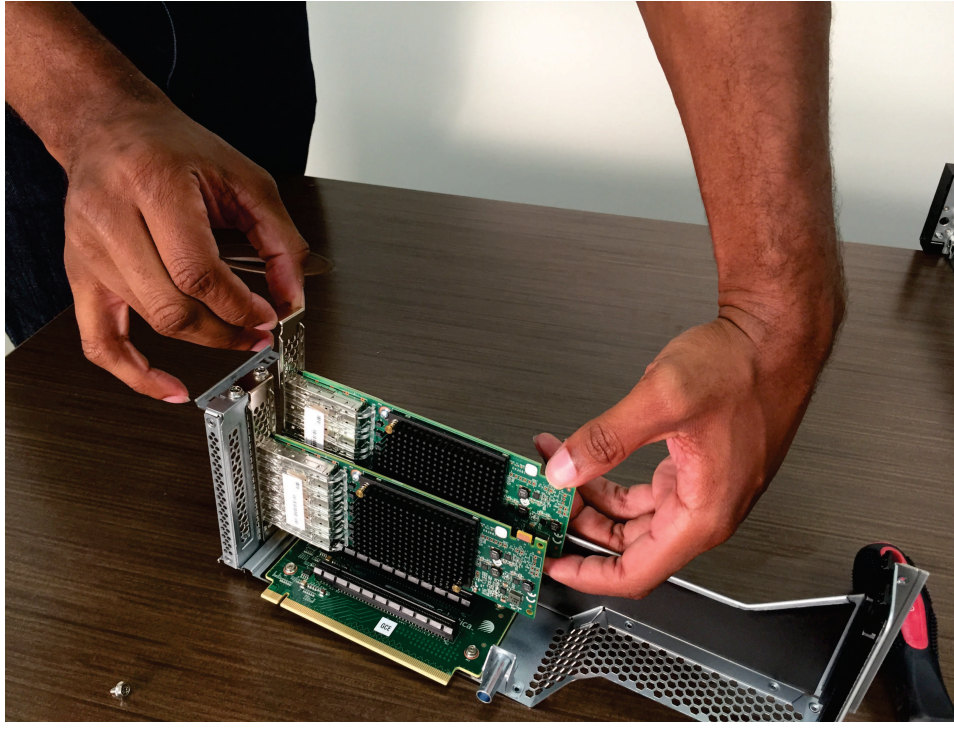

図 247. アダプター・コネクタからのアダプターの取り外し
4. アダプターの上端または上部の隅を注意深くつかみます。 322 ページの図 247 に示すように、PCI 拡張スロットからアダプターを引き出します。